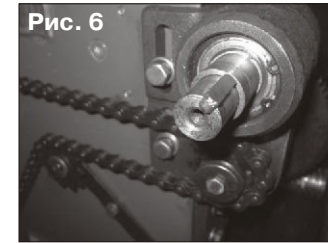
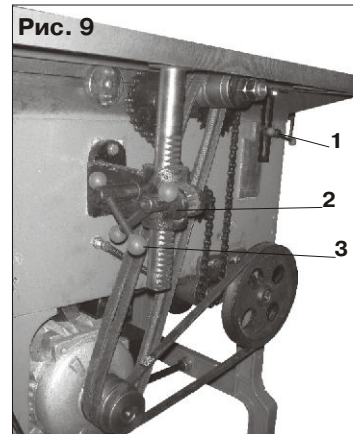

Рис. 6
Рис. 9
6.3 Закрепив двигатель, вставьте шпонку (3) и оденьте шкив(1) на ось (2) привода подачи рейсмуса, после чего необходимо надеть ремни, (3 ремня), два из которых размером 1010 мм, а третий 900 мм. Наденьте их как показано на рис. 9, натяните при помощи регулировки привода подачи рейсмуса (рис. 6). Перед началом эксплуатации, в целях безопасности установите защитный кожух ремней, прикрутив его с помощью четырех винтов к основанию станка.
Стол для пиления крепится к станку с помощью регулировочного устройства(2) стола пиления Рис.9. Привинтите регулировочное устройство к станку как показано на (рис. 9), после чего вставьте стол в отверстие устройства и закрепите фиксатор стола(1) расположенный справа от регулировочного устройства. Для того чтобы зафиксировать стол, поверните рычаг (3) до упора по часовой стрелке.